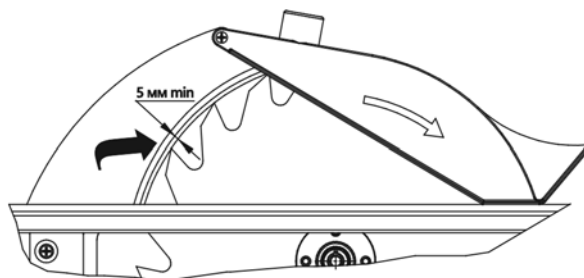

Рисунок 6. Радиальное расстояние
- установить и отрегулировать расклинивающий нож 6. Расклинивающий нож 6 необходимо расположить симметрично по центру в плоскости пильного диска 4, обеспечивая радиальное расстояние между расклинивающим ножом и венцом пильного диска не более 5 мм (рис. 6). Это достигается перемещением регулировочных гаек 9 и расклинивающего ножа по резьбовым стержням 8. После установки надежно закрепите расклинивающий нож 6 на стержнях гайками 5;